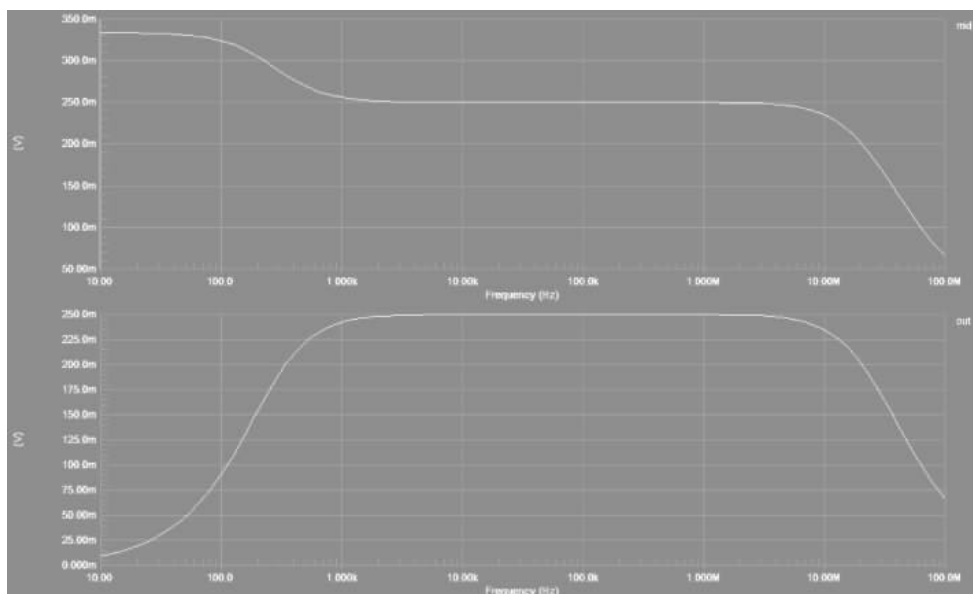

图 3-33 交流小信号分析结果
(3) 如图 3-33 所示,可以看到 MID 和 OUT 两个网络节点的交流小信号分析的结果。
下面将在图 3-33 中增加 Y 轴,其单位改成 dB。实现该过程的步骤主要包括:
(1) 在如图 3-33 所示的界面的上面 mid 波形图内单击鼠标右键,出现快捷菜单,选择 Add Wave To Plot 选项。出现如图 3-34 所示的界面。在该界面内按如下设置:
- ① 在 Waveforms 窗口选择 mid。
- ② 在 Complex Functions 中选择 Magnitude (dB)。
- ③ 选中 Add to new Y axis(添加新的 Y 轴)选项。
(2) 单击 Create 按钮。